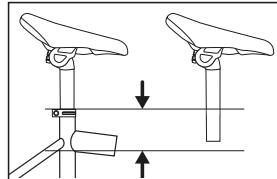

Fig. 3: Sadelhøjde / mindste indstiksdybde
- ↪ Vær opmærksom på den rigtige sadelhøjde: Overhold ved indstilling af sadelhøjden altid sadelpindens mindste indstiksdybde (*se Fig. 3*). Den mindste indstiksdybde fremgår af en markering på sadelpinden.